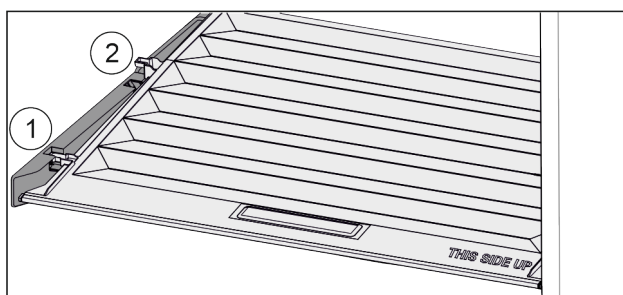

Fig. 56
- ▶ Потянуть крышку до отверстия в поддерживающих деталях вперед Fig. 56 (1).
- ▶ Поднять сзади снизу и извлечь Fig. 56 (2) движением вверх.